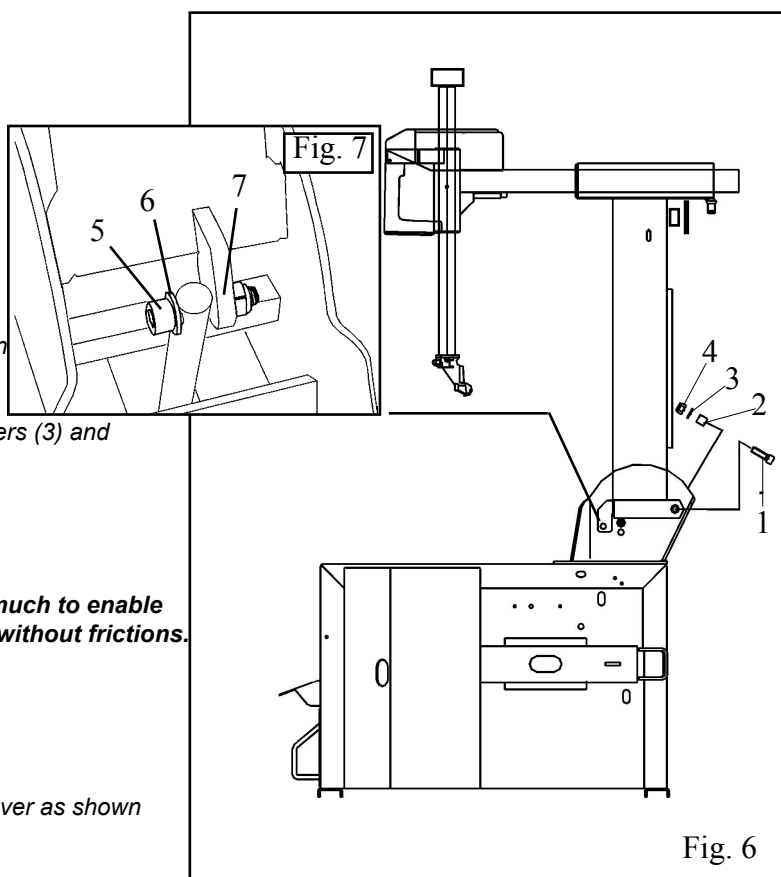

Fig. 6
Infilare le viti di fulcro posteriori (1), inserire le boccole (2), le rondelle (3) e **serrare** i dadi (4). Fig. 6
Insérer les vis arrière (1), les coquilles (2) ainsi que les rondelles (3) et **serrer** par les écrous (4). Fig. 6
*Die hintere Schrauben (1), die Buchsen (2) sowie die Beilagsscheiben (3) einfügen und die Mutter (4) **anziehen**. Abb. 6*